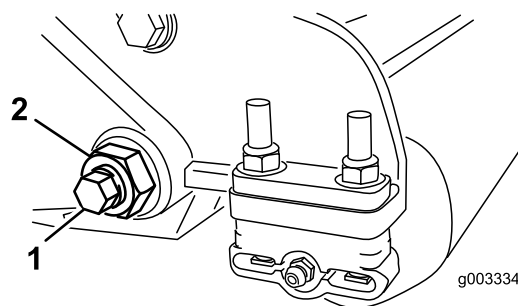
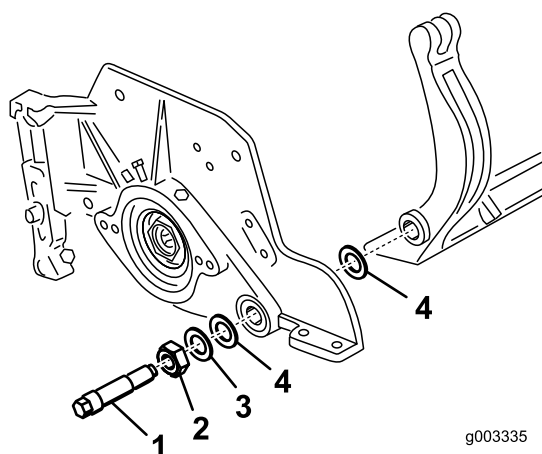

Figure 34
Figure 35
3. De chaque côté de la machine, desserrez le contre-écrou de fixation du boulon de la barre d'appui (Figure 34).
4. Retirez les boulons de la barre d'appui de façon à pouvoir abaisser la barre et la déposer de la machine (Figure 34). Mettez de côté les 2 rondelles en nylon et la rondelle en acier estampée situées de chaque côté de la barre d'appui (Figure 35).
2. Fixez la barre d'appui sur chaque plaque latérale avec les boulons (munis d'écrous) et 6 rondelles. Une rondelle en nylon doit être placée de chaque côté du bossage de la plaque latérale. Placez une rondelle en acier à l'extérieur de chaque rondelle en nylon (Figure 35). Serrez les boulons de la barre d'appui à un couple de 37 à 45 Nm. Serrez les contre-écrous jusqu'à ce que les rondelles d'acier extérieures cessent de tourner et que le jeu axial soit supprimé, mais ne serrez pas excessivement et ne faites pas fléchir les
9. Fixez la barre d'appui sur chaque plaque latérale avec les boulons (munis d'écrous) et 6 rondelles. Une rondelle en nylon doit être placée de chaque côté du bossage de la plaque latérale. Placez une rondelle en acier à l'extérieur de chaque rondelle en nylon (Figure 37). Serrez les boulons de la barre d'appui à un couple de 37 à 45 Nm. Serrez les contre-écrous jusqu'à ce que les rondelles d'acier extérieures cessent de tourner et que le jeu axial soit supprimé, mais ne serrez pas excessivement et ne faites pas fléchir les plaques latérales. Les rondelles peuvent présenter un espace à l'intérieur (Figure 35).